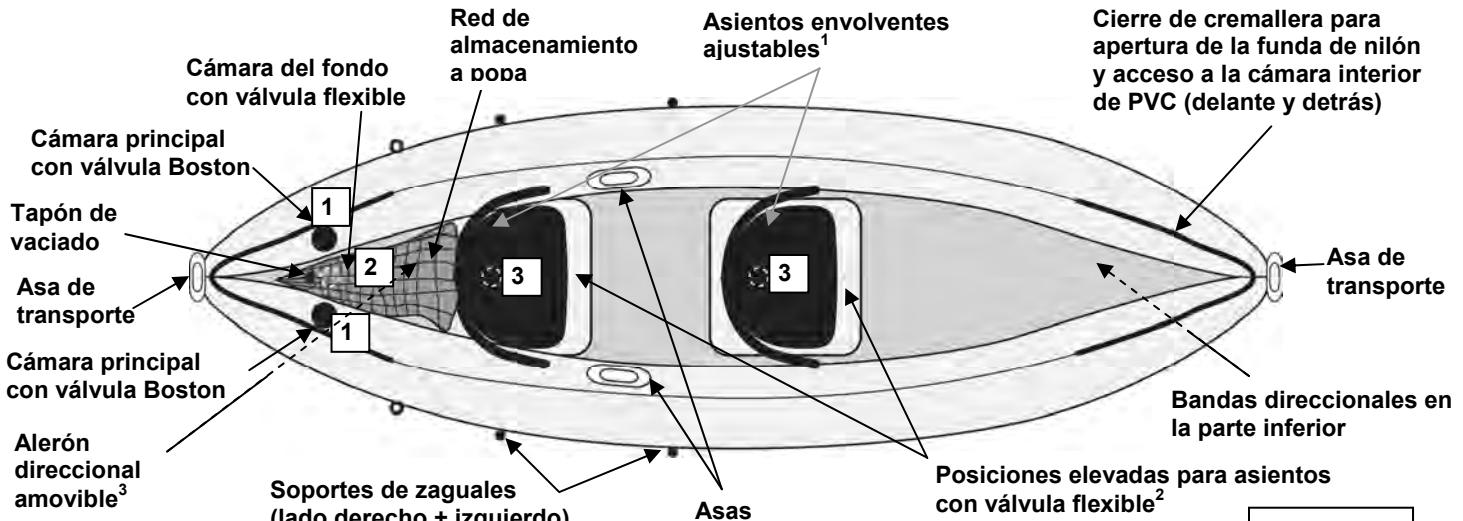

Figura 1
- a) Válvula(s) Boston (ver ilustración): para hinchar, quite el tapón de la válvula (1); enrosque el cuerpo de la válvula (2) en la base de la válvula (3), sobre el flotador; verifique que el tapón sigue siendo accesible. Inserte la extremidad del tubo del hinchador en la válvula. Hinche el flotador hasta la presión requerida (ver punto 3). Al terminar el inflado, cierre la(s) válvula(s) con el tapón. **NOTA:** es normal comprobar un ligero escape de aire antes de apretar el tapón de una válvula. Únicamente los tapones aseguran la ESTANQUEIDAD FINAL.
3. Hinche el producto siguiendo el orden de hinchado indicado en la placa de identidad imprimida sobre el producto (referirse también la figura 1, numeración de las válvulas).